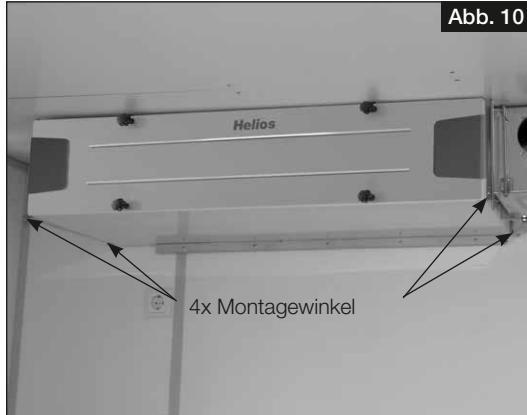
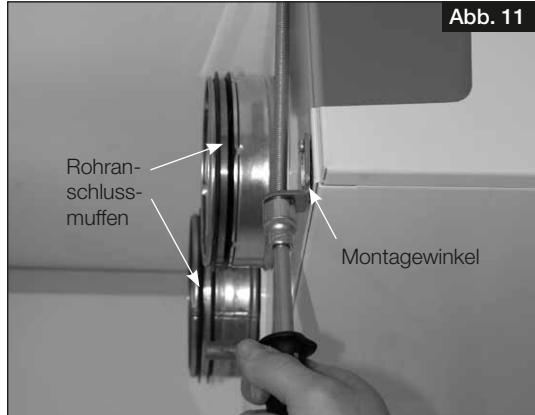

Abb. 10
Abb. 11
2. Montagewinkel mit Schwingungsdämpfern (4x; im Lieferumfang enthalten) mit Blechschauben an den unteren Seitenwänden befestigen (s. Abb. 10 und Abb. 11).
3. Das Gerät bauseits mit langen M8-Gewindestäben an die Decke montieren (s. Abb. 11).